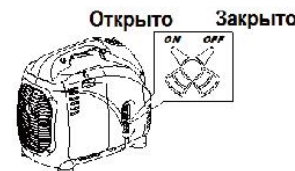

Рис.5 Кран топлива
1.4. Топливный кран используется для регулировки подачи топлива из бака в карбюратор, см. рис. 5